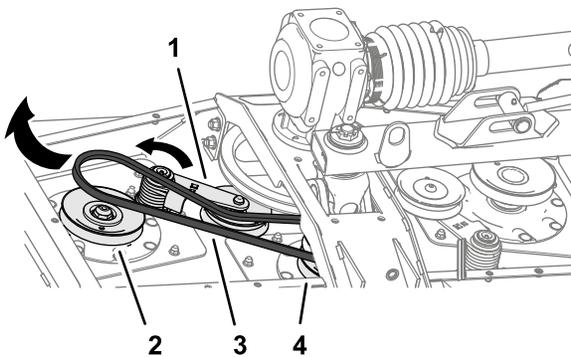

図 66
- パールなどを使って短いベルトのベルトテンショナを左に回して、テンショナのプーリからベルトを外す 図 66。